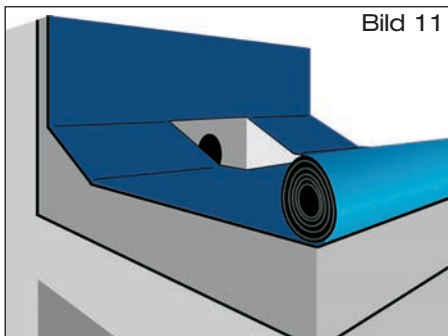

Bild 11
- 2.5 Zweite Lage der Dachdichtungsbahn über Ablauf ausrollen. Im Bereich des Attikaablaufes Aussparung mit Abmessungen entsprechend Außenkonturen der Sieböffnung vorsehen (Bild 11). Zweite Lage der Dachdichtungsbahn gemäß Verlegevorschriften des Dachdichtungsbahnherstellers verschweißen. Überstände der Abdichtungslage in den Einlaufbereich sind zu entfernen.